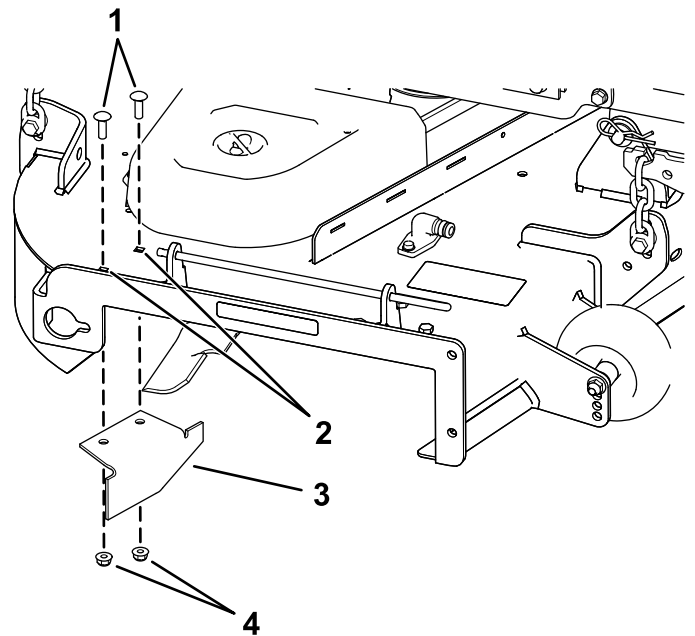

Bild 19
14. Suchen Sie das Versatzablenkblech in den losen Teilen und entfernen Sie die Befestigungen in den hinteren Löchern der Auswurfplatte. Befestigen Sie das Ablenkblech in der Seitenauswurföffnung am Mähwerk (Bild 19).